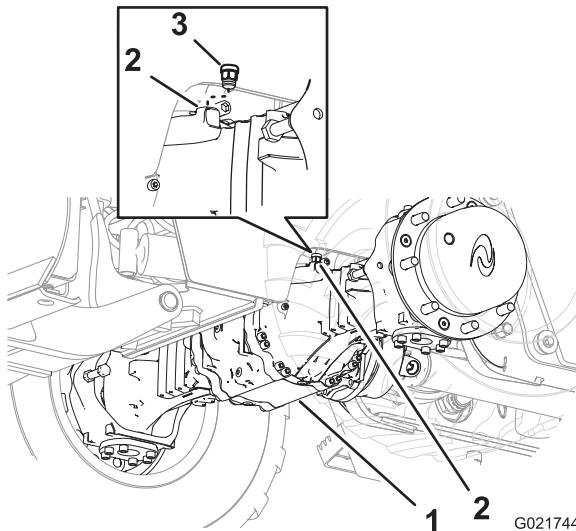
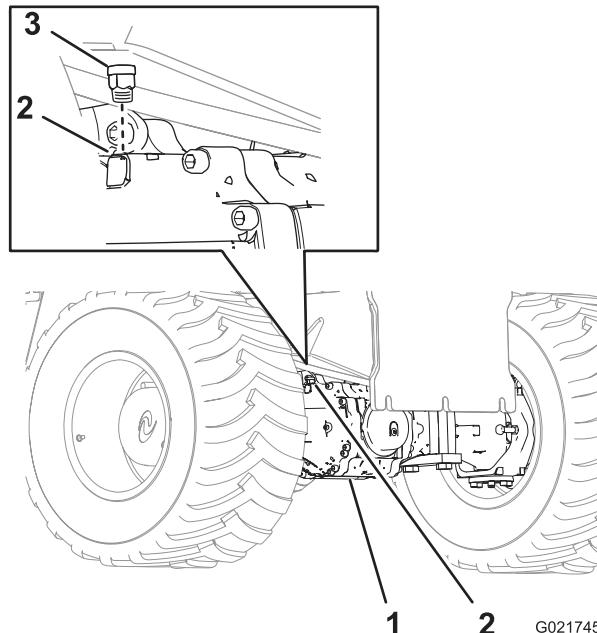

Рисунок 75
Рисунок 76
1. Очистите поверхность вокруг сапунов с помощью очищающего растворителя (Рисунок 75 и Рисунок 76).
| 2. Отверните сапун из переднего моста (Рисунок 75). | |
| 3. Отверните сапун из заднего моста (Рисунок 76). | |
6. Установите сапун в передний мост (Рисунок 75).
7. Установите сапун в задний мост (Рисунок 76).